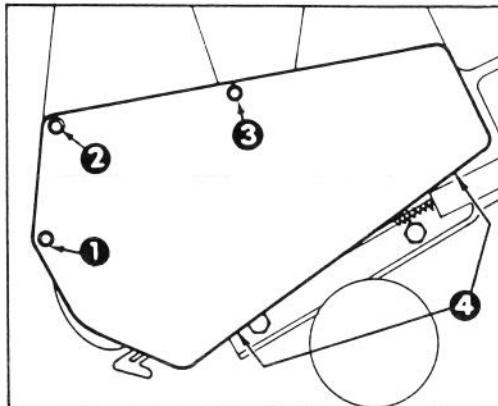

Fig. 13
SOSTITUZIONE DELLA CINGHIA DELLA TRASMISSIONE (Fig. 13 e 14)
2. Togliete (3) viti autofilettanti, (2) viti mor-denti, (1) rondella e (2) dadi che fissano il coperchio della cinghia all'intelaiatura dello spazzaneve (Fig. 13).